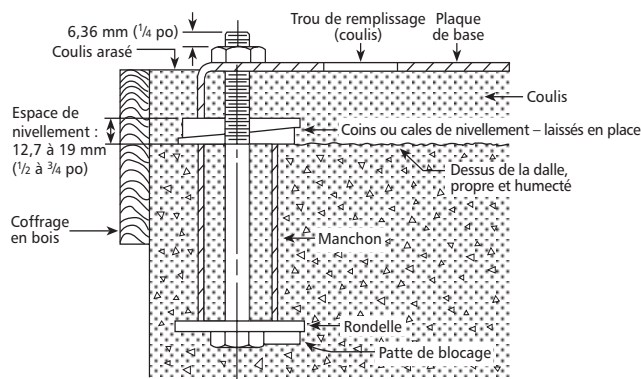

Figure 1
- 2.3.1. Il est recommandé de remplir de coulis le vide entre la plaque de base et la dalle reposant sur une semelle de fondations solide (v. fig. 1).